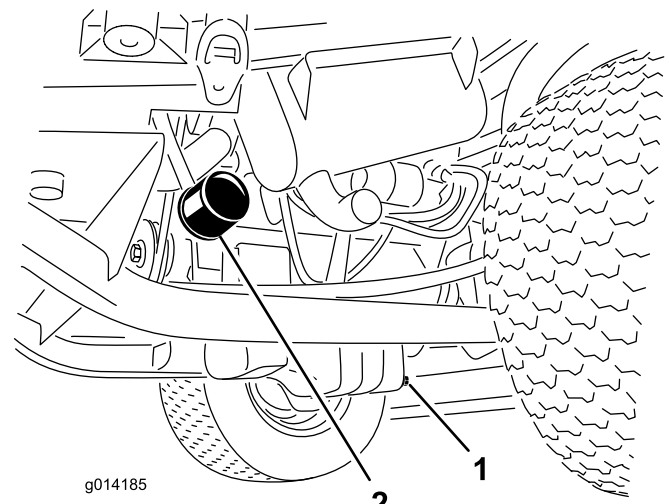

Figura 28
3. Retire el filtro de aceite (Figura 28).
1. Retire el tapón de vaciado (Figura 28) y deje fluir el aceite a un recipiente apropiado.